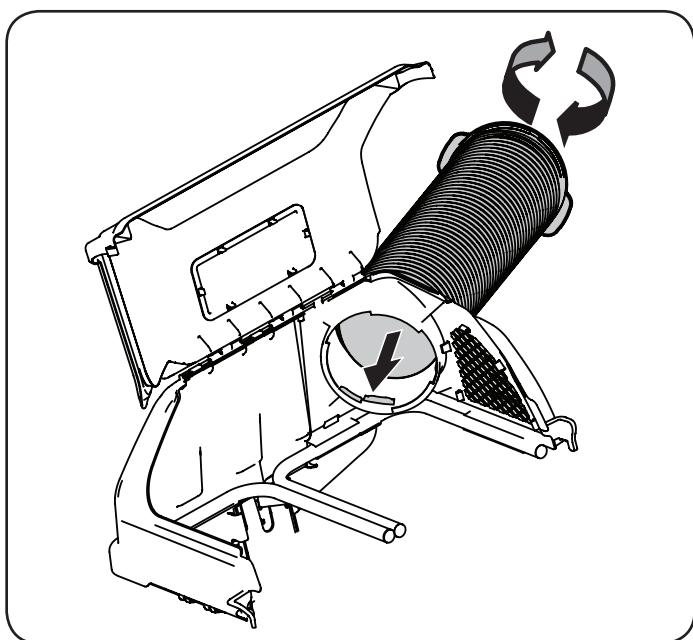

Figura 23
1. Enrosque el lado final superior del tubo del canal en forma segura, en el soporte superior del canal. Existen dos lengüetas en el lado bajo interno del soporte del canal superior que permiten un enroscamiento seguro. Consulte la Figura 23.